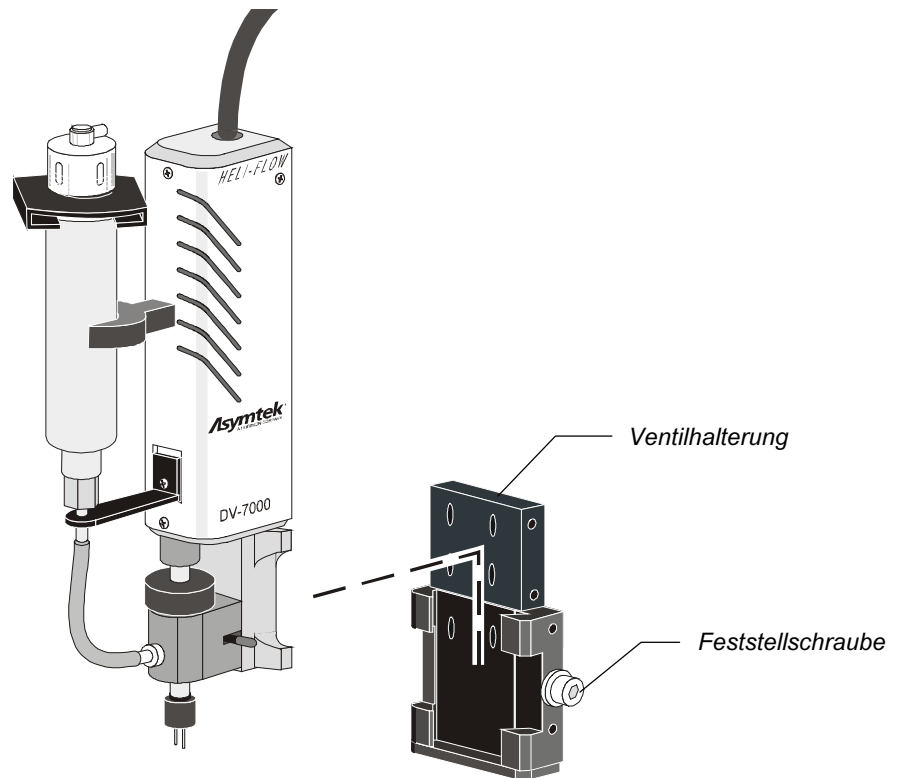

Abbildung 2-8 DV-7000 mit Ventilhalterung (M-2000/C-1000)
| Abbildung 2-8 DV-7000 Ventil mit Ventilhalterung (M-2000/C-1000)..... | 2-9 |
5. Schieben Sie das DV-7000 Ventil in die Ventilhalterung. Siehe Abbildung 2-8.